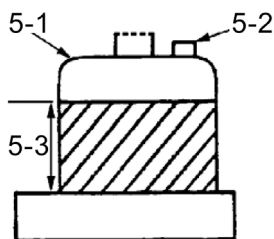

Fig. 5
7. Remontez et remplissez le réservoir d'huile par l'orifice du bouchon d'huile à 80 % au moyen d'huile pour cric hydraulique, soit sur une profondeur d'environ 2 1/2 po à l'intérieur du carter de pompe (fig. 5).